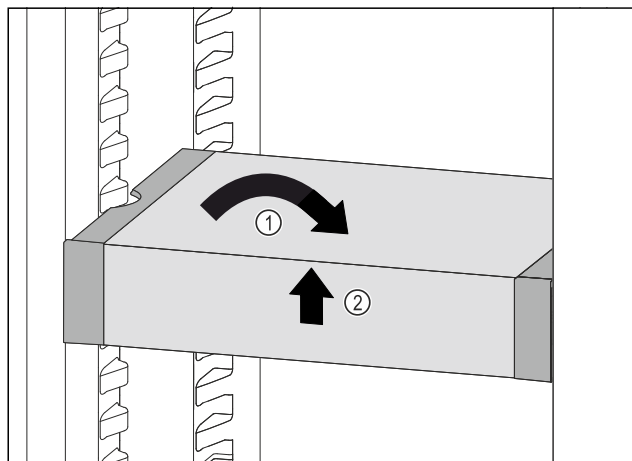

Fig. 102
- VarioSafe postavte rovně. Fig. 102 (1)
- VarioSafe vpředu zvedněte. Fig. 102 (2)